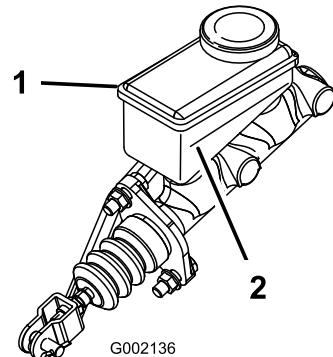

Figure 68
5. Observez le repère de niveau sur le côté du réservoir (Figure 68).
- B. Versez du liquide de frein DOT 3 dans le réservoir jusqu'à ce que le niveau dépasse le repère minimum (Figure 68).